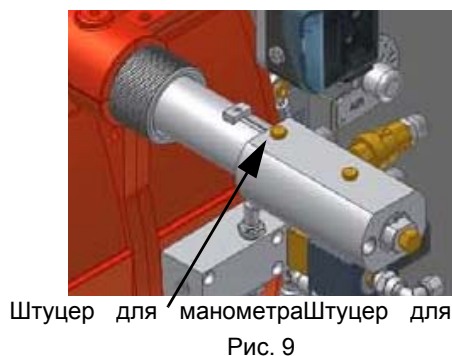

Рис. 9
- 5 Давление питания форсунки уже отрегулировано заранее на заводе-изготовителе и не должно изменяться. Только в случае необходимости, отрегулировать давление питания (см. соответствующий параграф) следующим образом: установить манометр в положение, указанное на Рис. 9, воздействовать на регулировочный винт **VR** насоса (см. Рис. 10) до получения на форсунке давления в 20бар (форсунки Monarch или форсунки Bergonzo - см. на стр.33-34);